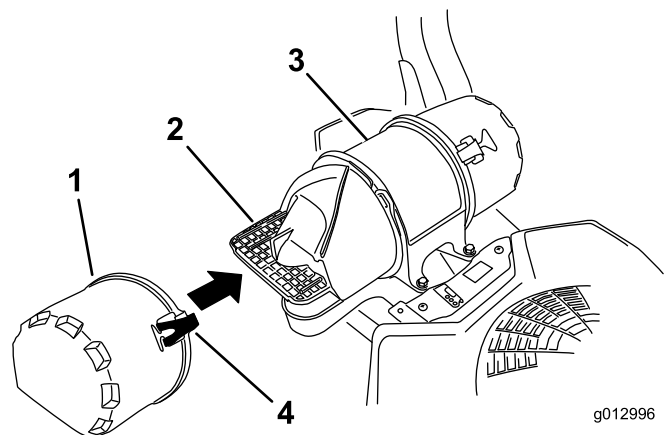

Figura 45
3. Abra los cierres del limpiador de aire y tire de la tapa de la entrada de aire para separarla del cuerpo del limpiador de aire (Figura 45).
5. Instale la tapa de la entrada de aire y sujétela con los enganches (Figura 45).